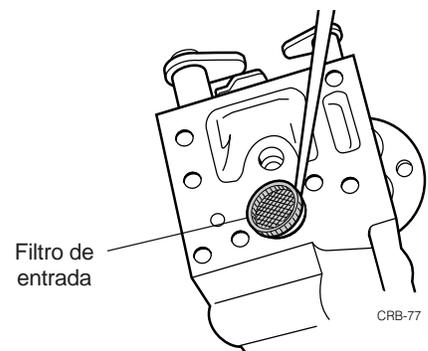

Figura 3.13 Como sacar el filtro de entrada (Carburador HDA)
Paso 2. Usando una punta fina extraiga con cuidado la malla de entrada de combustible del cuerpo de la bomba. (Figura 3.13)